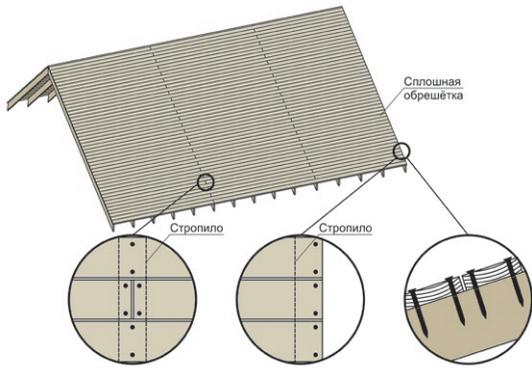

Рис. 7. Укладка сплошного основания из шпунтованной или обрезной доски.
3.2.3 **Внимание!** Фрагменты годовых колец должны быть ориентированы выпуклостями вниз (рис. 7).
3.2.6 Крепёж досок – тип 2 (таблица №1). Доска должна фиксироваться в каждое стропило в 2 местах фиксации (рис. 7).
3.2.7 Вертикальный стык досок должен обязательно приходиться на стропило и иметь разбежку через каждый ряд (рис. 7).